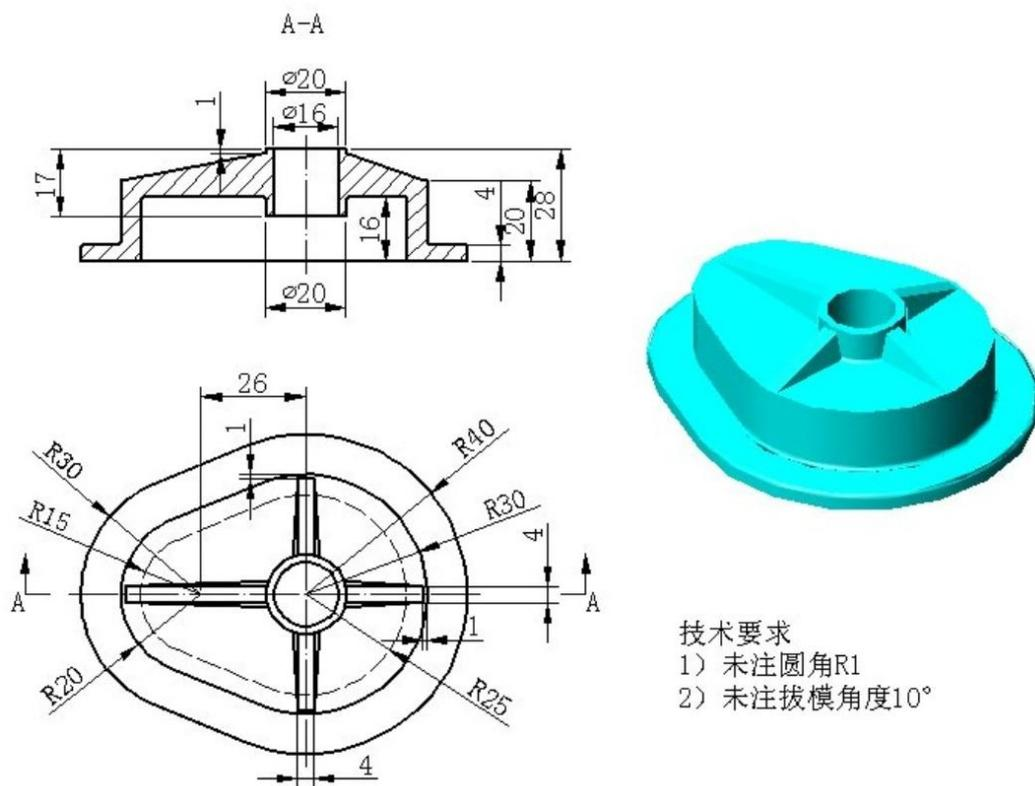

图 J1-5 三维零件 5
- ① 在盘下建立考生文件夹，文件夹名称为“场次-工位号”，所有文件必须保存在考生文件夹中，否则记零分；
- ② 文件名称为“J1-5”，保存在考生文件夹中；
- ③ 根据图 J1-5 所示尺寸完成三维建模；
- ④ 隐藏草图和创建的基准平面；
- ⑤ 考试过程中注意保存，考核结束时考试应立即停止操作，不得关闭电脑，离开考场。
(2) 实施条件